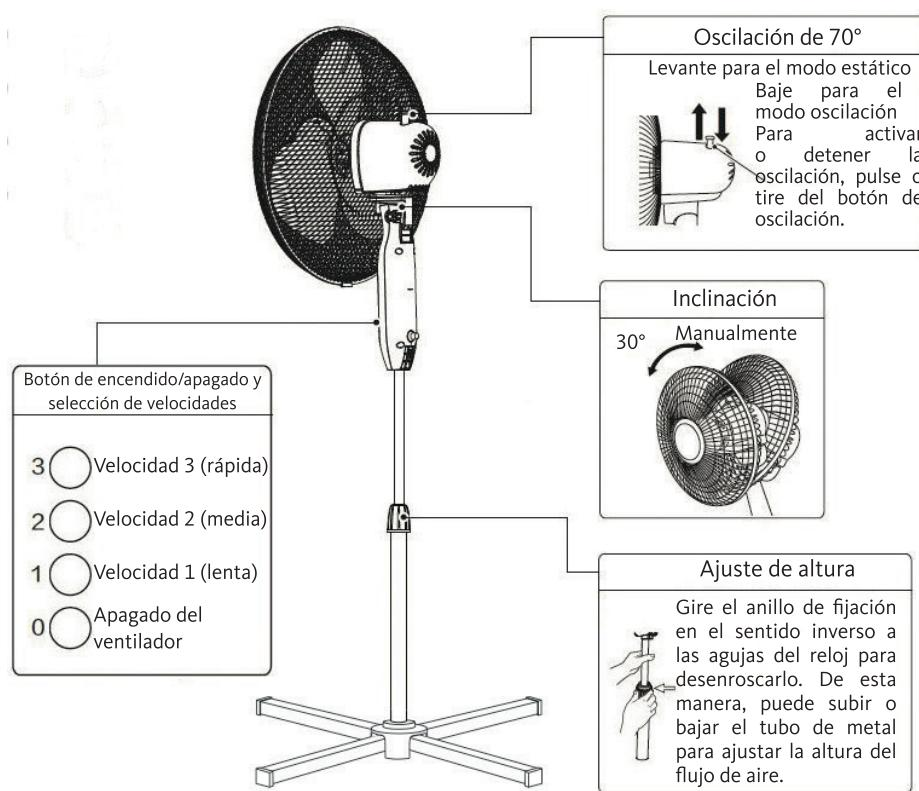

Figura 3
MONTAJE DEL CABEZAL, DE LA HÉLICE (FIGURA 2) Y DE LAS REJILLAS (FIGURA 3)
1. Con un destornillador de estrella, afloje el tornillo (E) situado debajo del bloque del motor sobre el tubo telescópico (G), a continuación, vuelva a atornillar el tornillo (E) hasta que el bloque del motor quede fijado sólidamente al tubo.
2. Coloque la rejilla trasera (I) sobre el eje (J) del bloque del motor. El asa debe colocarse hacia arriba.
3. Enrosque firmemente la tuerca de plástico (K) para fijar la rejilla trasera (I).
4. Coloque la hélice (L) sobre la varilla (J). Fije la hélice con la tuerca (M). Gire la tuerca en el sentido inverso a las agujas del reloj. Asegúrese de que la hélice pueda girar libremente.
5. Con el tornillo (O) incluido en la bolsa, coloque la rejilla delantera sobre la rejilla trasera (I), a continuación, haga coincidir los agujeros pequeños redondos para pasar el tornillo de cierre (O) por las dos rejillas.
6. Fije las rejillas delantera (N) y trasera (I) con 4 clips de fijación (P) (consultar figura 3 más abajo), y a continuación utilice un destornillador para volver a atornillar el tornillo de cierre (O).